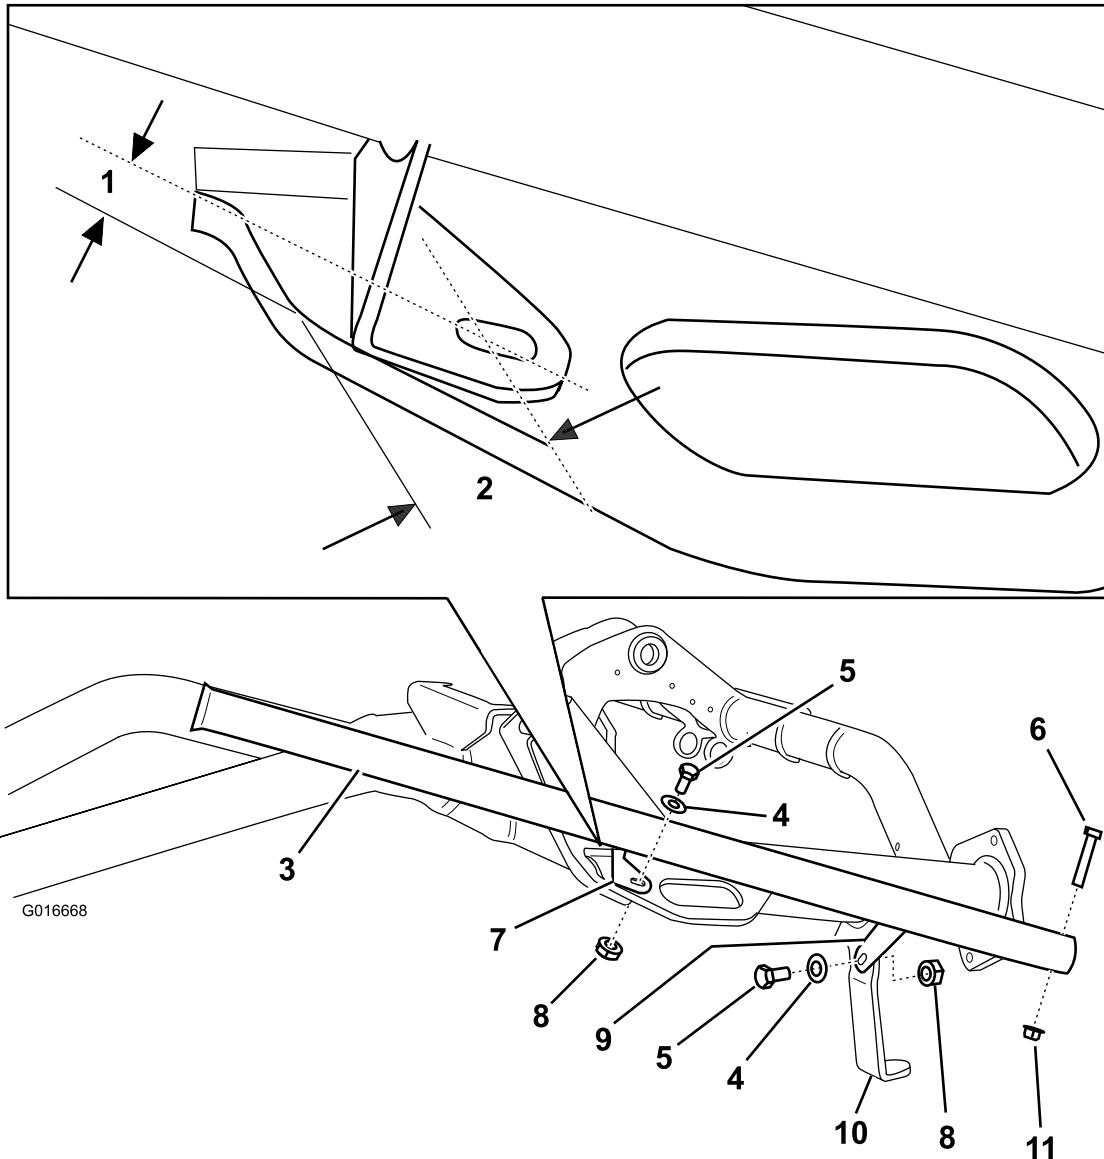

Figura 1
2. Posizionate la staffa posteriore sul supporto della barra antirugiada come mostrato nell'inserto in Figura 1 e accertate che la staffa anteriore del supporto stesso poggi sulla staffa della macchina (Figura 1).
3. Utilizzando la scanalatura sulla staffa posteriore come riferimento (Figura 1), contrassegnate e praticate un foro di diametro 9 mm nel longherone del telaio.